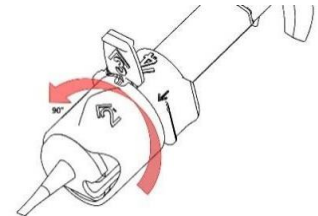

Abb. 2a
- Drehen Sie den transparenten Ring, wie durch den flachen Pfeil mit der Kennzeichnung '2' angezeigt, um 90 Grad gegen den Uhrzeigersinn, bis er mit einem deutlichen "Klick" einrastet (Abb. 2a).